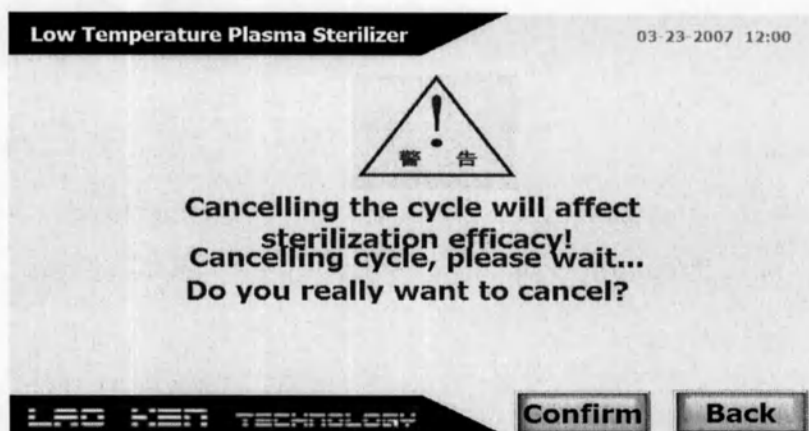

Рис. 36. Окно подтверждения отмены цикла стерилизации
1) Нажмите кнопку «Отмена» (Cancel), система откроет следующее окно (Рис. 36) с требованием подтверждения.